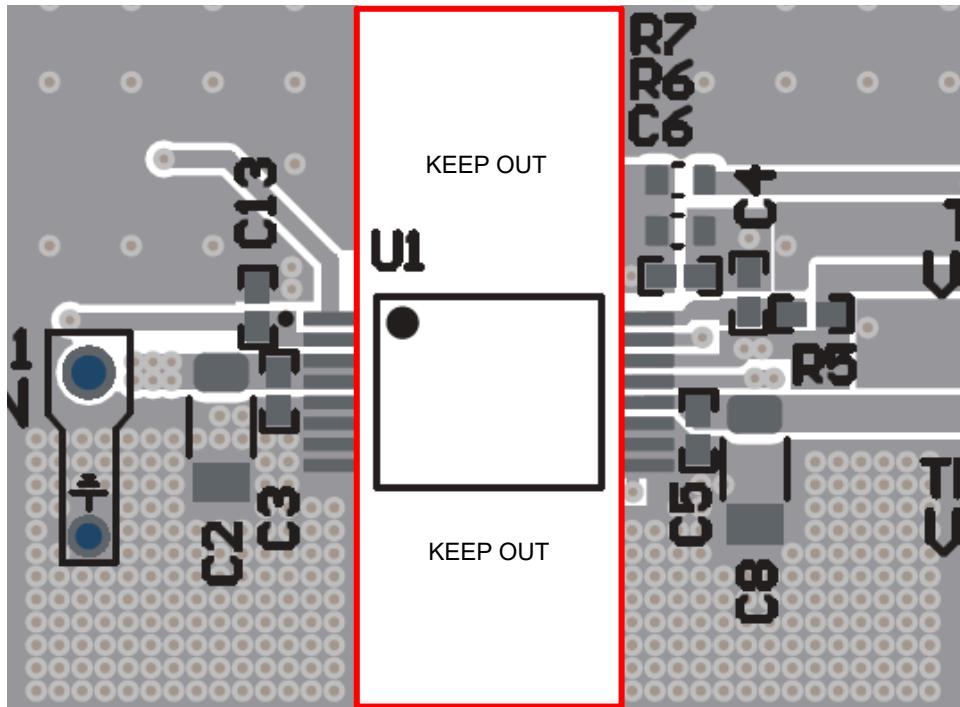

图 8-8. 隔离禁止区域
7. 爬电间隙：为了保持数据表中指定的完整爬电距离、间隙和电压隔离额定值，请避免布线信号线迹或将元件直接放置在 UCC34141-Q1 下方。在整个定义的隔离栅中，保持以红色突出显示的间隙宽度。基础型隔离的排除间隙可以比增强型隔离要求 (8.2mm) 小 50%。使用 8.2mm 可提供额外的裕度。图 8-8 所示为布局示例。